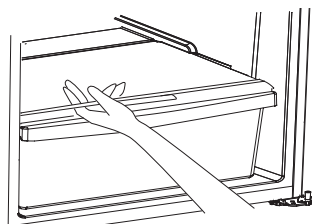

Fig. 9
1. Agripper avec soin le couvercle du bac à légumes et glisser vers l'extérieur pour retirer le bac. (Fig. 9)